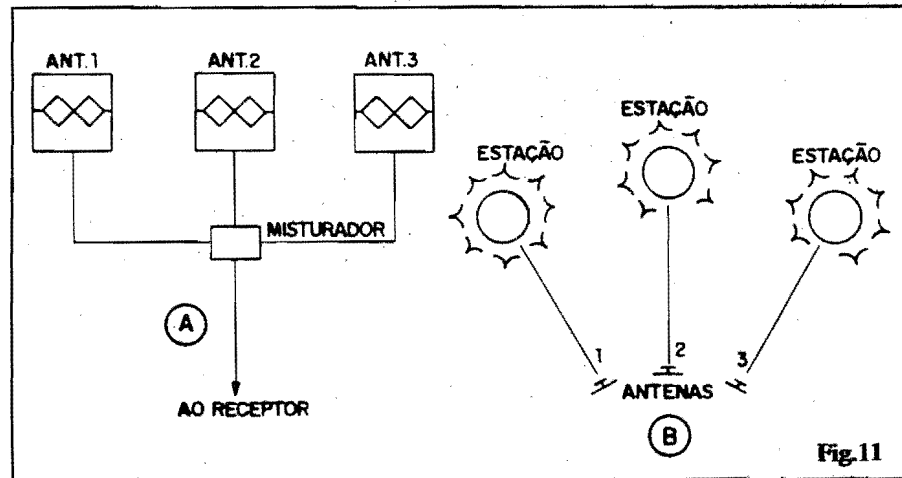

Fig.11
- **FIG. 11** - Novamente devido às características de alta "direcionalidade" dos sinais de UHF, havendo na região mais de uma estação (como já está ficando comum, nas grandes cidades...), com suas antenas transmissoras situadas em posições diversas, a única saída lógica, e tecnicamente aceitável, é a construção de tantas antenas quantas forem as estações que se deseja "pegar", orientando cada uma das antenas para a "sua" estação, cuidadosamente. Nesse caso (11-A) será necessário o uso de um MISTURADOR (também encontrado nas casas especializadas) dotado de tantas **entradas** quantas sejam as antenas, e de uma **saída**, através da qual é "puxado" o cabo de "descida" para o receptor. O diagrama 11-B exemplifica a orientação das diversas antenas em função da direção de cada emissora. Embora o exemplo dado refira-se a três emissoras, não acreditamos que seja difícil ao Leitor intuir as adaptações para o caso de duas, quatro, ou mais estações...